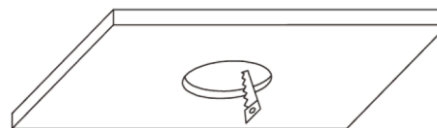

Рис. 2
- 5.5. Подготовьте отверстие в потолке требуемого диаметра, убедитесь, что оно не повлечет на другие объекты, такие как балки перекрытия, трубы и кабель (рис. 2).